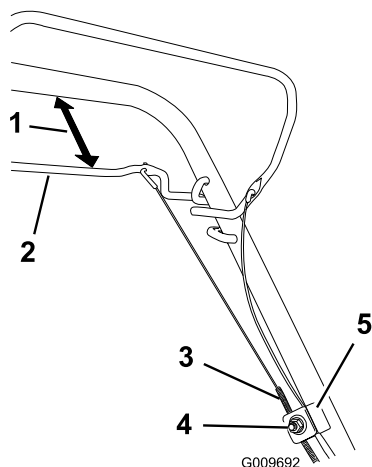

Bild 48
1. Lösen Sie die Kabelstützenmutter (Bild 48).
- Halten Sie den Selbstantriebsbügel 25 bis 38 mm vom Bügel entfernt (Bild 48).
- Ziehen Sie den Kabelmantel (zum Rasenmäher), bis das Kabel stramm ist (Bild 48).